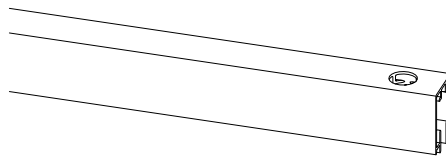
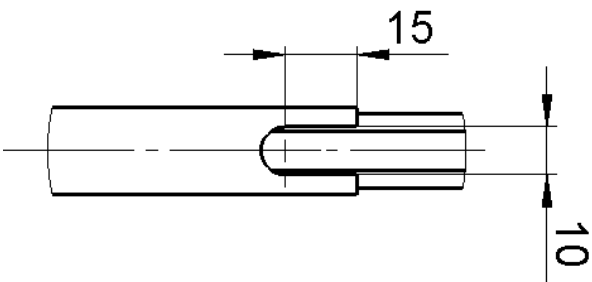
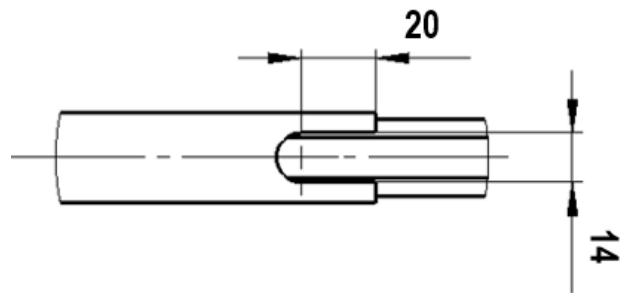

图 8: 钻好孔的绝缘型材
图 9: 导电轨系统 0812 的槽口
图 10: 导电轨系统 0813 的槽口
→ 在电热丝馈入点的导电轨端，用于电热丝的槽口须根据图图 9 和图图 10 切入绝缘型材。为避免挤压电热丝或冷接电缆:
- 对于 0812 绝缘型材: 在孔两侧各制作一个 15 mm 的槽口 (见图图 8 和图图 9)。
- 对于 0813 绝缘型材: 在孔两侧各制作一个 20 mm 的槽口 (见图图 8 和图图 10)。